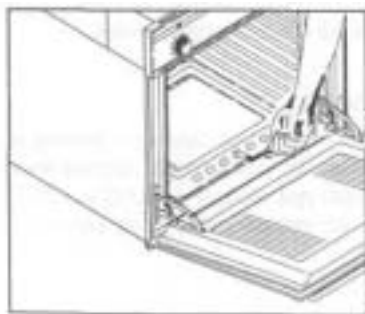

Рис. 10
- приблизить пламя спички или зажигалки для газовых бытовых приборов к центральному отверстию в передней части дна духовки, одновременно нажать на ручку термостата и повернуть ее против часовой стрелки, установить на желаемую температуру (см. рис. 10);